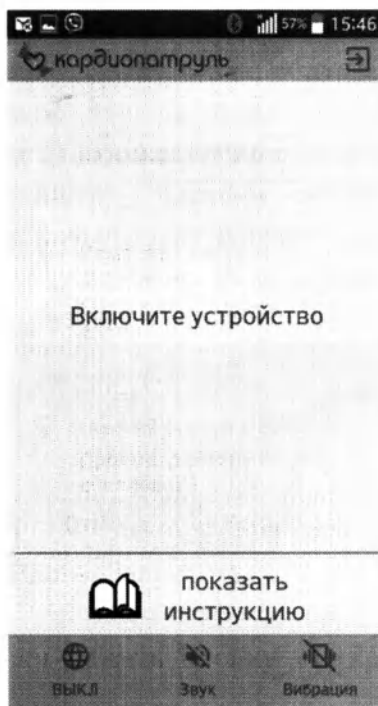

Рис. 5. Основной экран приложения
- По окончании установки нажать кнопку «Открыть». Будет отображен экран основной приложения (рис. 5).